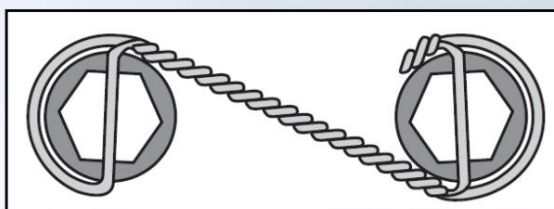

Figura 7: Cableado de seguridad (roscas de doble torsión a la derecha)
1. Los tornillos de cabeza (4) se deben cablear en pares (dos cables por conjunto) utilizando el método de doble torsión como se muestra en la Figura 5 en la página 4 y la Figura 7 a continuación.
2. El cable de seguridad (3) se inserta a través de los orificios del tornillo de tapa y debe envuelto de tal manera que al aflojar un tornillo de tapa (4) se apretará otro.